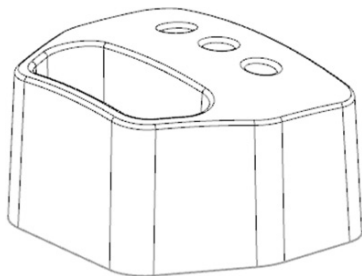

图 15-1 产品结构图
(1) 启动 NX 10.0，打开 bitong.prt 零件，产品结构如图 15-1 所示。